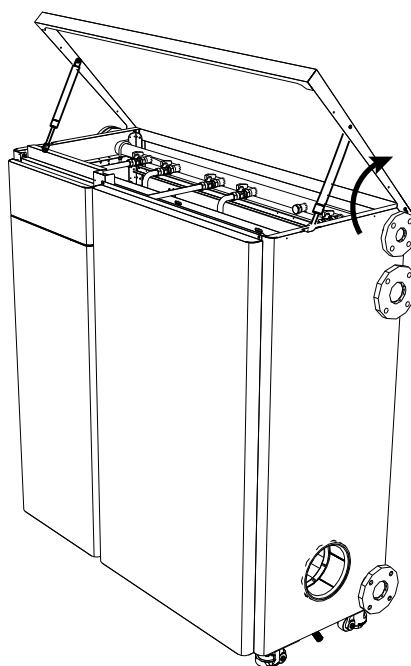

fig. 104
3. Ridicați capacul (vezi fig. 104)